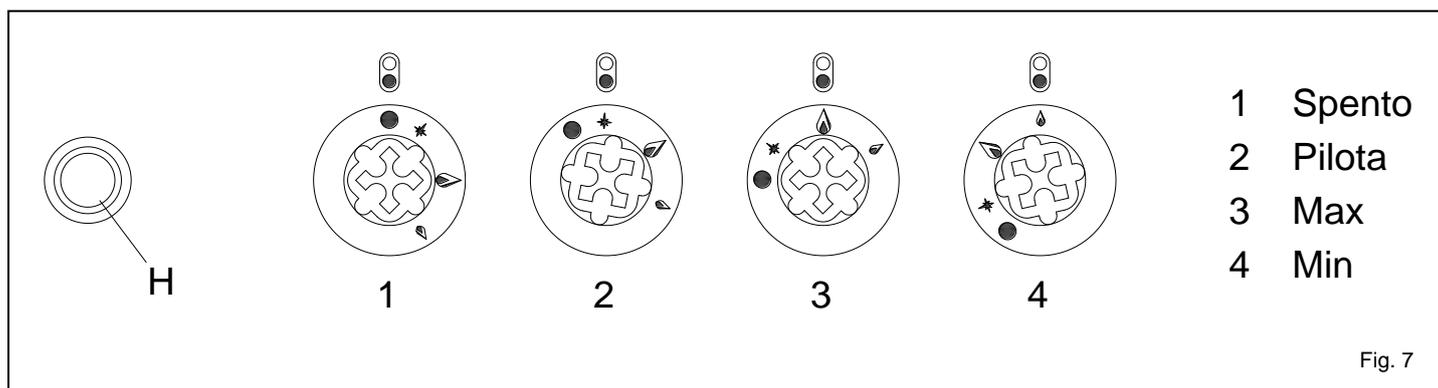

Fig. 7
6.1 Accensione della fiamma pilota (Fig. 7)
6.4 Accensione del bruciatore principale (Fig. 7)